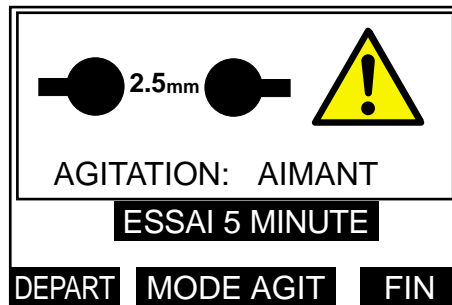

Figure 30. Écran initial d'affichage de sélection du mode Agitation.
1. Pour commencer cet essai, mettez en valeur l'option ESSAI 5 MINUTES sur le menu principal puis appuyez sur CHOIX. L'écran de la Figure 30 apparaît alors.
1. Pour commencer, mettez en valeur l'essai sélectionné sur le menu principal puis appuyez sur CHOIX. L'affichage illustré à la Figure 30 apparaît. Appuyez sur la touche droite MENU pour revenir au menu principal. Plusieurs pressions sur la touche centrale MODE AGIT vous permettent d'alterner entre le mode d'agitation AIMANT, le mode ROUE et NEANT.
1. Pour commencer cet essai, mettez en valeur l'option ASTM D1816-84a sur le menu principal puis appuyez sur CHOIX. L'écran de la Figure 30 apparaît alors. Plusieurs pressions sur la touche centrale MODE AGIT vous permettent d'alterner entre le mode d'agitation AIMANT, le mode ROUE et NEANT. Appuyez sur la touche droite MENU pour revenir au menu principal.